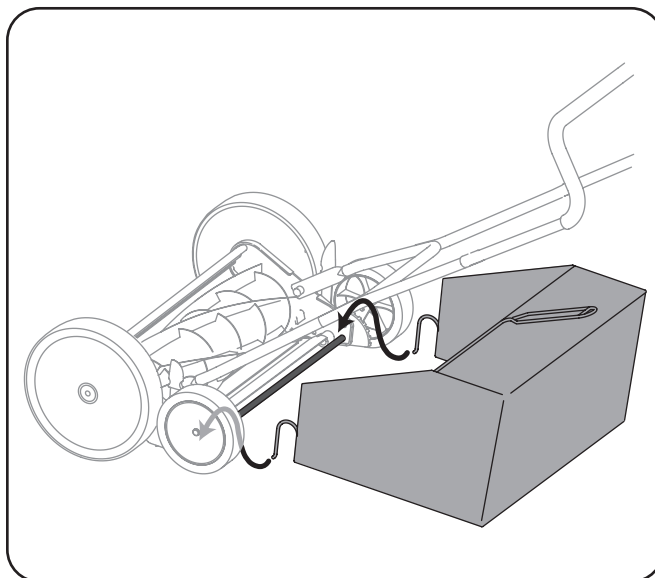

Figure 3-5
2. Positionnez les crochets du sac à herbe au-dessus de la tige sur l'arrière de la tondeuse. Voir la Fig. 3-5.